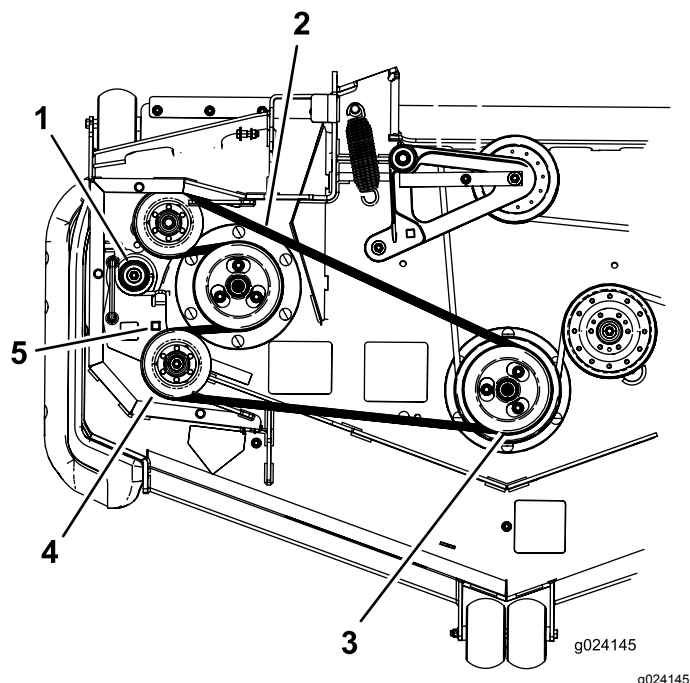

Figure 91
7. Insérez un rochet dans le trou carré du bras de tension pour détendre le ressort de la poulie de tension (Figure 91).
8. Enlevez la courroie de la poulie du tablier de coupe (Figure 91).
9. Enlevez la courroie des poulies restantes (Figure 91).
11. Insérez le rochet dans le trou carré, détendez le ressort et guidez la courroie neuve autour de la poulie de tension (Figure 91).